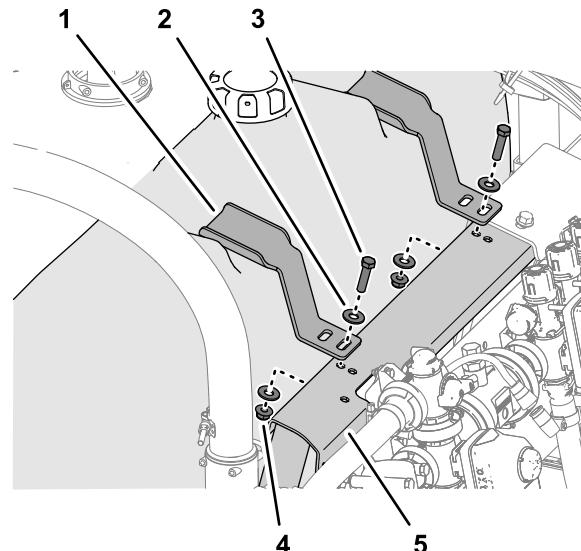

Figura 16
2. Alinhe a ranhura no suporte de fixação com o orifício na montagem da válvula (Figura 16).
3. Monte sem apertar a fixação na montagem da válvula (Figura 16) com um parafuso ($\frac{3}{8}$ pol. x $1\frac{1}{2}$ pol.), duas anilhas ($\frac{3}{8}$ pol.), e uma porca de bloqueio flangeada ($\frac{3}{8}$ pol.) que removeu em **Remoção do depósito de lavagem** (página 6).
4. Repita os passos 1 a 3 para a outra fixação na outra reentrância no depósito de lavagem (Figura 16).
1. Alinhe o suporte de fixação com os relevos moldados na parte superior do depósito de lavagem (Figura 16)